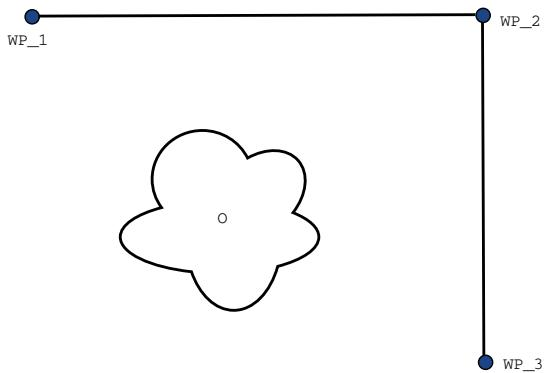

Figura 16.2: WP_1: posición inicial, WP_2: punto de la ruta, WP_3: posición de recogida, O: obstáculo.
Ejemplo Tomemos como ejemplo una aplicación de carga y descarga (consulte figura 16.2), en la que el robot se encuentra en ese momento en el punto de paso 1 (WP_1) y necesita recoger un objeto en el punto de paso 3 (WP_3). Para evitar colisiones con el objeto y otros obstáculos (O), el robot debe aproximarse a WP_3 en la dirección procedente del punto de paso 2 (WP_2). Por ello, se introducen tres puntos de paso para crear una trayectoria que cumpla estos requisitos.